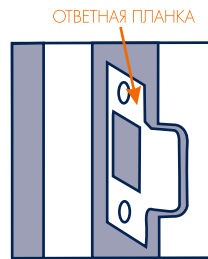

рис. 7
- расположите ответную планку (6) **рис. 7** на двери на уровне ригеля защелки, не захватывая блокировочный пин **рис. 8**;
- выберите паз под накладку ригеля защелки (11);
- проверьте, легко ли двигается ригель задвижки **рис. 7**.